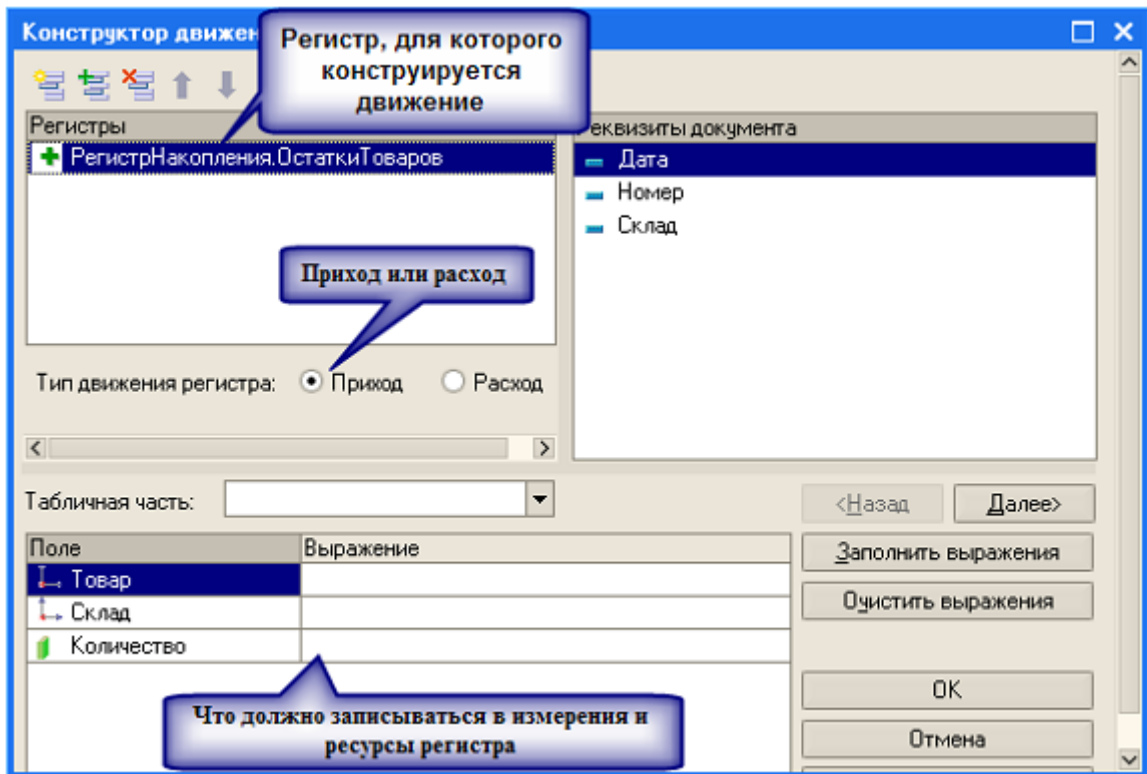

Рис. 52
3. Щелкните на кнопке *Конструктор Движений* – откроется окно конструктора (рис. 52)